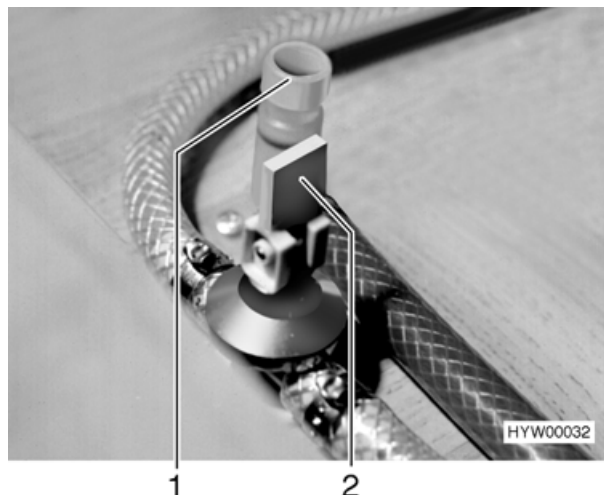

Fig. 92 Rubinetto di scarico (pacchetto autarchico)
- Chiudere il rubinetto di scarico per il boiler. Posizionare orizzontalmente la leva d'inclinazione (Fig. 92,2).
- Chiudere il rubinetto di scarico per l'acqua fredda. Ruotare il cappelletto di valvola (Fig. 92,1) in senso orario. L'ubicazione dei rubinetti di scarico è riportata nella tabella "Posizione dei rubinetti di scarico" alla fine del presente capitolo.